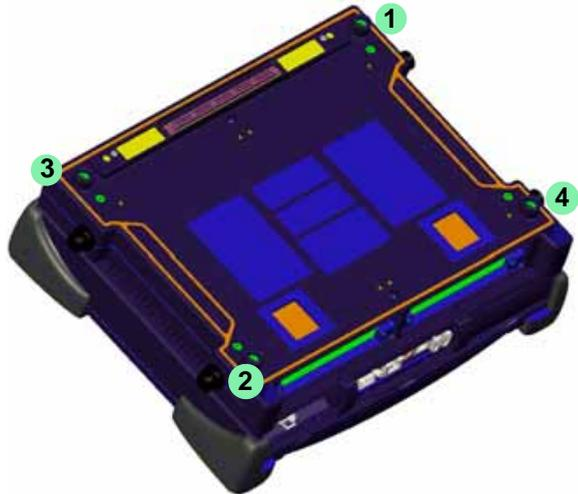

Abb. 7 Reihenfolge zum Anziehen der Schrauben
- a **Inbusschlüssel:** Ziehen Sie mit dem aus dem Akku-Modul entnommenen Inbusschlüssel die Schrauben 1 bis 4 in der Abb. 7 angegebenen Reihenfolge über Kreuz an, bis Sie einen leichten Widerstand spüren..
- b **Inbusschlüssel oder Drehmomentschlüssel:** Ziehen Sie die Schrauben mit dem Inbusschlüssel um jeweils eine Viertel-Umdrehung weiter an. Bei Verwendung eines Drehmomentschlüssels ziehen Sie die Schrauben mit einem Drehmoment von 1,5 Nm an. Gehen Sie dabei in der unter Abb. 7 angegebenen Reihenfolge vor.
- a Ziehen Sie mit dem, großen Schraubendreher die Schrauben 1 bis 4 über Kreuz an, bis Sie einen leichten Widerstand spüren. Gehen Sie in der Reihenfolge vor, wie sie für das optische Modul unter Abb. 7 angegeben ist.
- b Ziehen Sie die Schrauben um jeweils eine Viertel-Umdrehung in der unter Abb. 7 auf Seite 15, angegebenen Reihenfolge über Kreuz an. Bei Verwendung eines Drehmomentschlüssels ziehen Sie die Schrauben mit einem Drehmoment von 1,5 Nm an..
- 3 Lösen Sie mit dem zum Lieferumfang gehörenden Inbusschlüssel die Schrauben 1 bis 4 in der unter Abb. 7 auf Seite 15 angegebenen Reihenfolge.